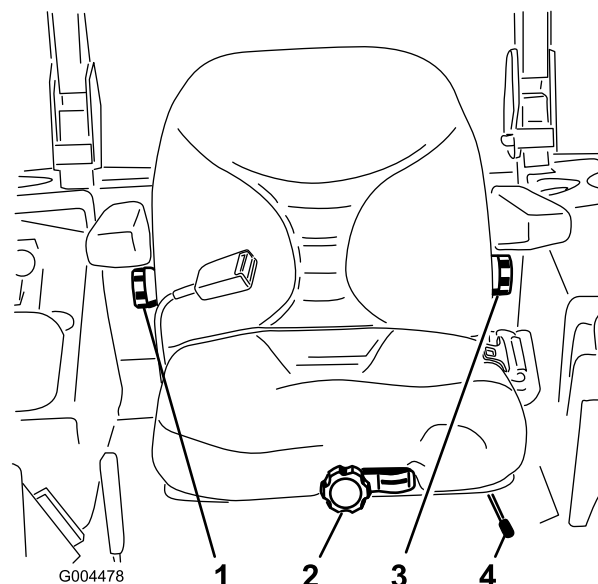

Figure 22
1. Poussez le levier de réglage sur le côté pour débloquer et régler le siège (Figure 22).
Pour ce faire, tournez le bouton situé sous l'accoudoir droit dans un sens ou dans l'autre pour obtenir la position la plus confortable (Figure 22).
Pour le régler, tournez le bouton situé sous l'accoudoir gauche dans un sens ou dans l'autre pour obtenir la position la plus confortable (Figure 22).